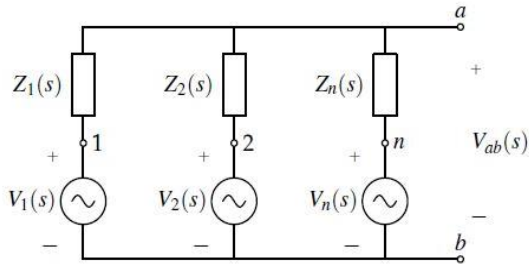

Figura 1. Circuito numeral 2.1
2.1. Demostrar para la configuración de la figura 1 el teorema de Millman.